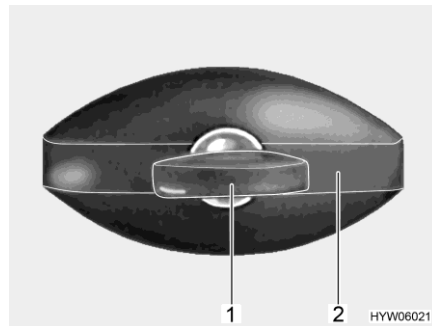

Fig. 45 Cerradura de la trampilla (de forma elíptica, cerrada)
- Introducir la llave en el cilindro de cierre (Fig. 45,1) y girarla un cuarto de vuelta en sentido contrario a las agujas del reloj. El asidero de la cerradura (Fig. 45,2) se abre de golpe.